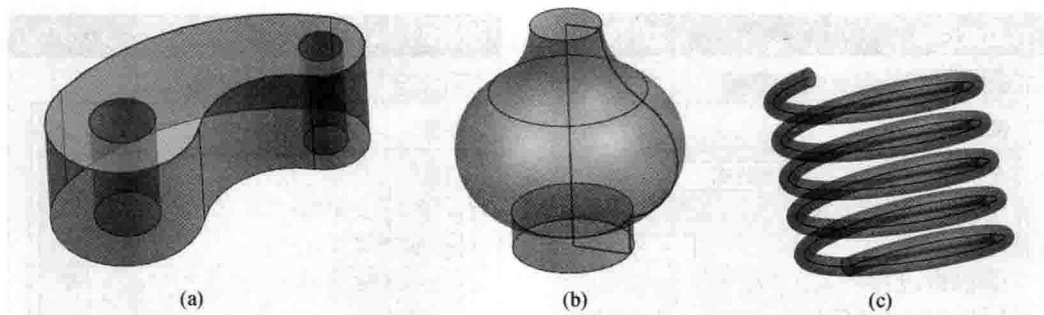

图 2.1 草图作用示例
- (1) 模型形状适合拉伸或旋转,草图作为基础特征,如图 2.1(a)(b)所示。
- (2) 草图用作扫描特征的引导线或自由形状特征的控制线,如图 2.1(c)所示。